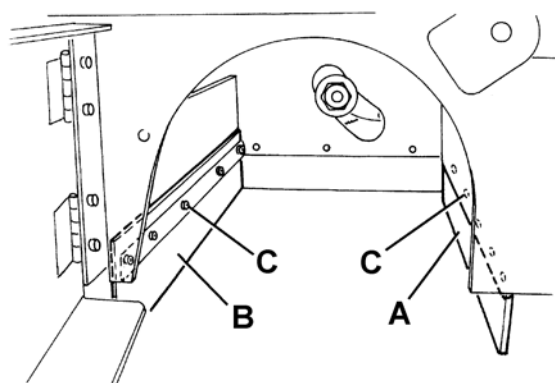
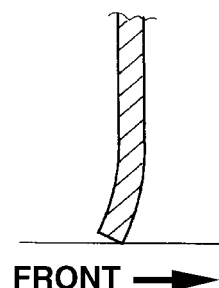

Figure 22
Figure 24
9. Contrôler l'intégrité des volets avant (A, Fig. 22) et arrière (B).
10. Contrôler que les volets avant (A, Fig. 22) et arrière (B) touchent légèrement le sol et que, de toute façon, ils ne se détachent pas du sol (voir Fig. 24).
Si besoin est, desserrer les vis (C, Fig. 22) et régler la position des volets. Enfin, serrer les vis (C).
11. Appuyer à fond sur la pédale du volet avant (75) et vérifier que le volet avant se soulève d'environ 5 cm (2 in).